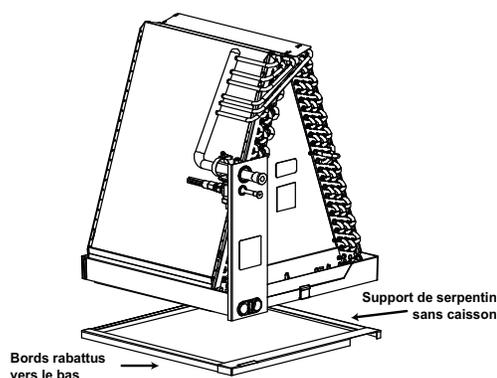

Fig. 1 – Support de serpentins sans caisson
- a. Installez le support de serpentins de l'usine (expédié avec le serpentins) directement sur les brides de l'appareil de chauffage pour supporter le serpentins. Consultez la Fig. 1.